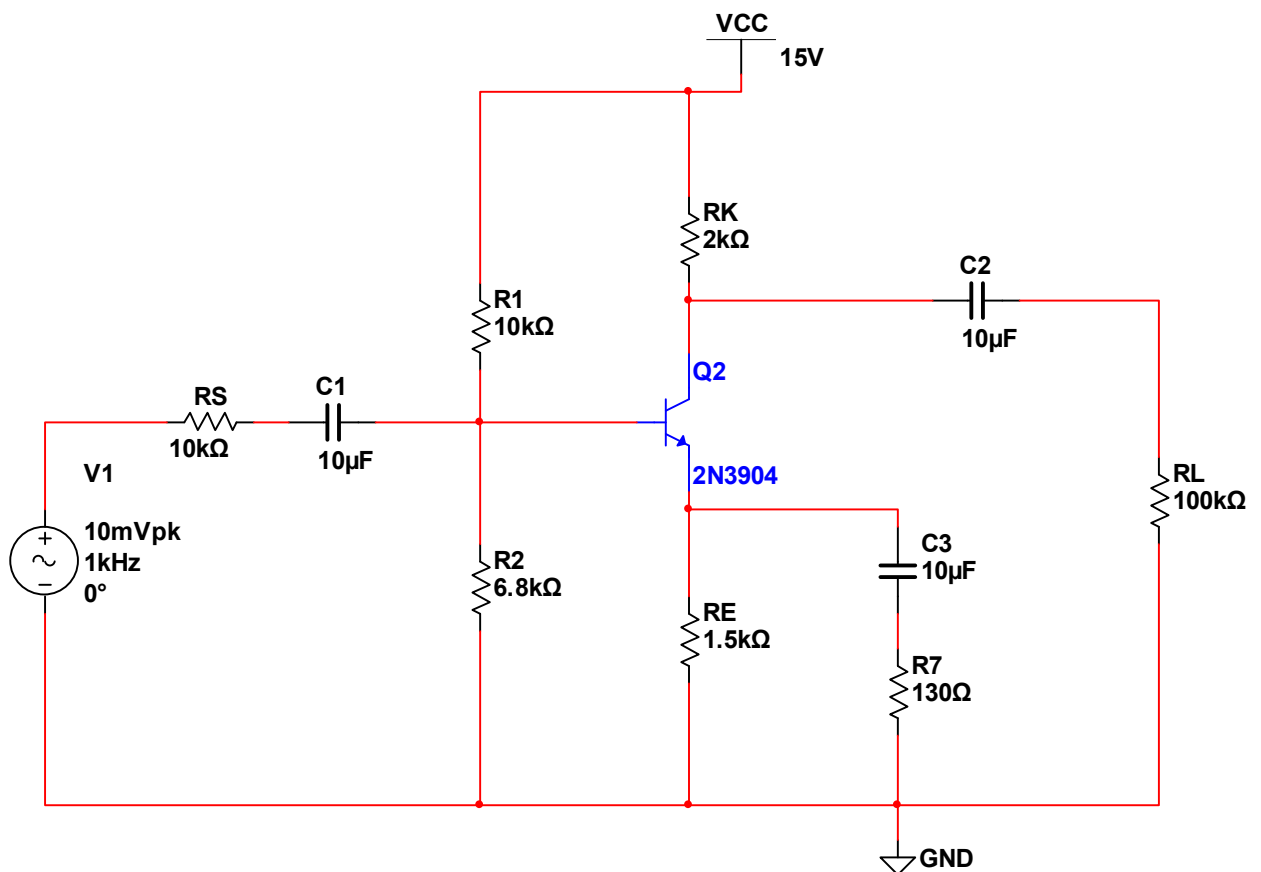

Рис. 4.3.1
- 1.1. Собрать схему усилителя с общим эмиттером (рис. 4.3.1). Установить значения элементов, соответствующие варианту (табл. 4.3.1).